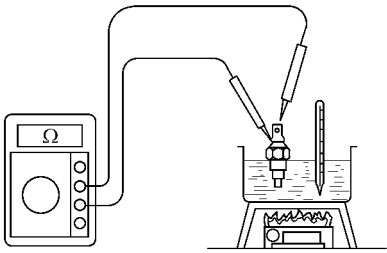

图 18-126 测量端子和传感器体之间的电阻
(2) 检查传感器。测量端子和传感器体之间的电阻，如图 18-126 所示。其电阻值见表 18-32。